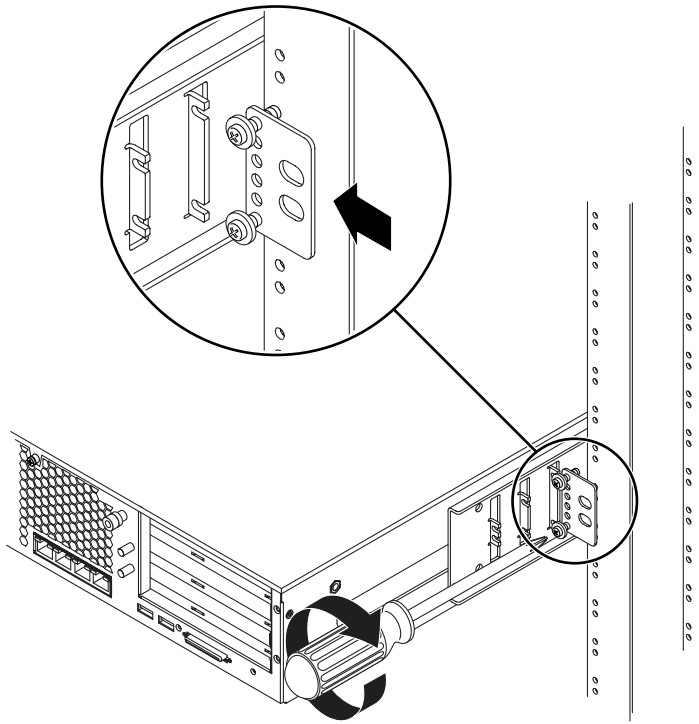

图 3-34 将后端固定片安装到侧托架上
- b 向内滑动后端固定片，使固定片上的螺钉嵌入到侧托架上的其中一组孔眼中，这样螺钉头朝向服务器的后端，并且后端固定片的另一侧位于机架支柱的前端（图 3-34）。
- c. 拧紧螺钉，将后端固定片固定到侧托架上的一组孔眼（图 3-34）。